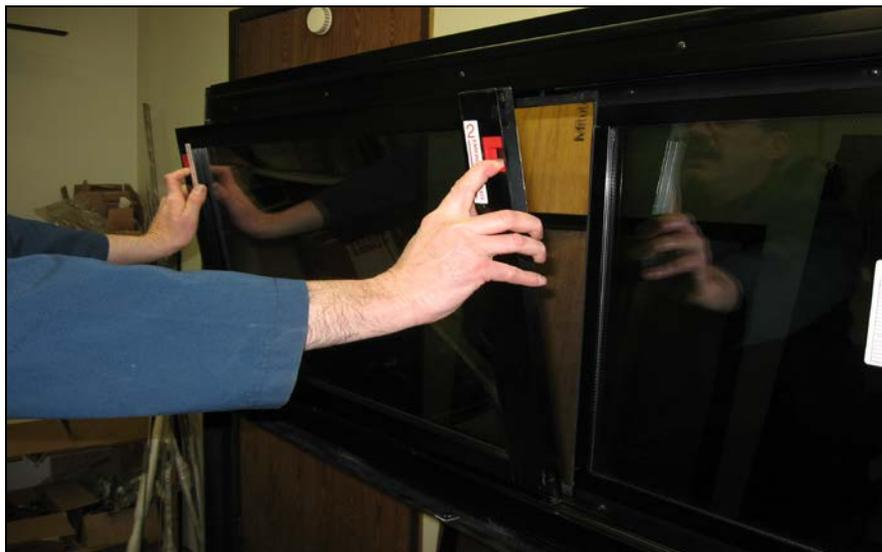

FIGURE 95: RETRAIT DU CHÂSSIS
2. Tirez simultanément les deux loquets de blocage vers le bas et faites pivoter le châssis d'environ 10° vers l'intérieur (Figure 95).